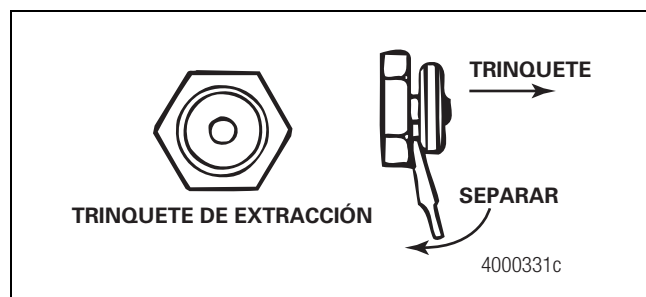

Figura 3.1
1. Desengrane el trinquete de extracción. Utilice un destornillador o herramienta equivalente para separar el trinquete de extracción por lo menos 1/32 de pulgada (0.8 mm) para liberar el dentado del activador. Figura 3.1.